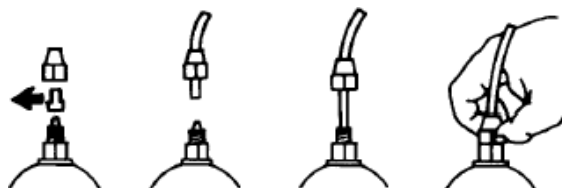

Рис. 7
**e.** – Зніміть захисні ковпачки з двох ніпелів, пропустіть шланг через гайку, одночасно проштовхуючи і обертаючи, вставте шланг в кінцеве з'єднання ніпеля (зажим шланга). Поворотом гайки зафіксуйте шланг (Рис. 7)